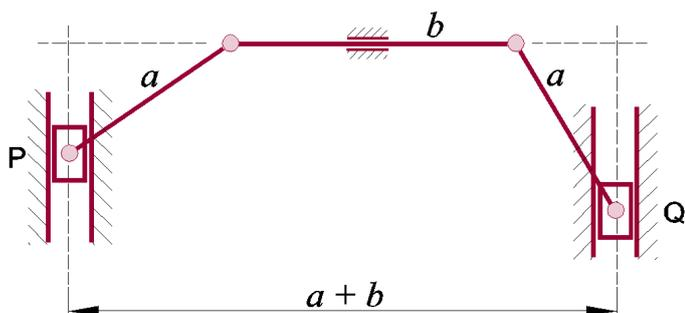

Figura. 10
10. Para o mecanismo da **figura 10**, a barra **P** tem deslocamento, velocidade e aceleração verticais conhecidos. Determine então, o deslocamento, a velocidade e a aceleração para a barra **Q**.